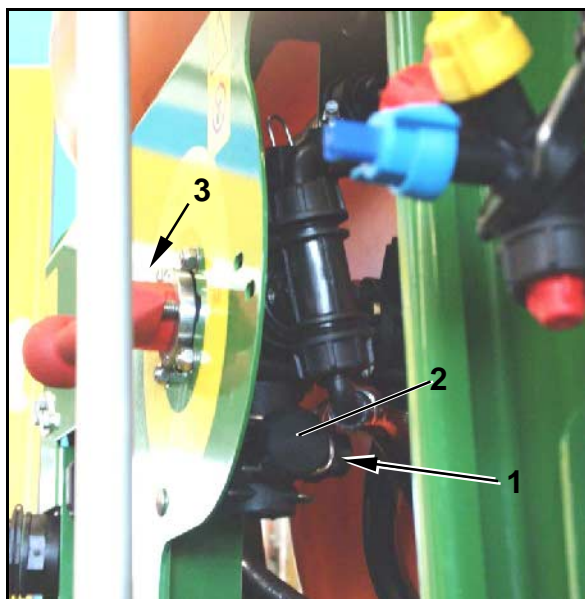

Fig. 235
1. Halteklammer (Fig. 235/1) entfernen und die Kappe (Fig. 235/2) vom Prüf-Anschluss abziehen.